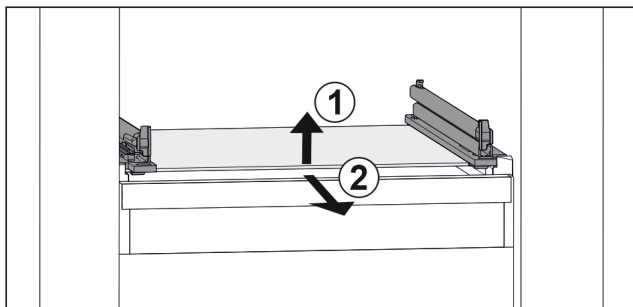

Fig. 166 Beispielhafte Darstellung der Glasplatte
- ▶ Glasplatte vorne anheben. Fig. 166 (1)
- ▶ Glasplatte nach vorne entnehmen. Fig. 166 (2)